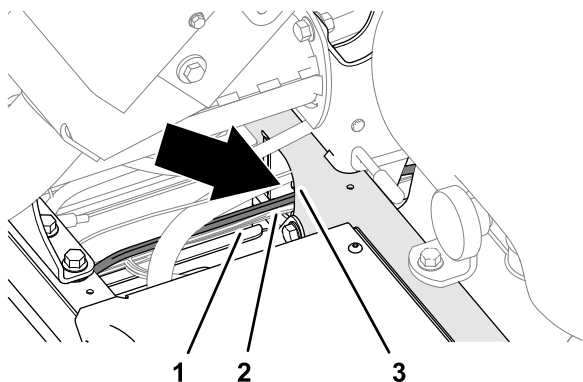

Figure 10
2. Acheminez le reste du faisceau électrique le long du faisceau de la machine et dans le profilé de support (Figure 10).